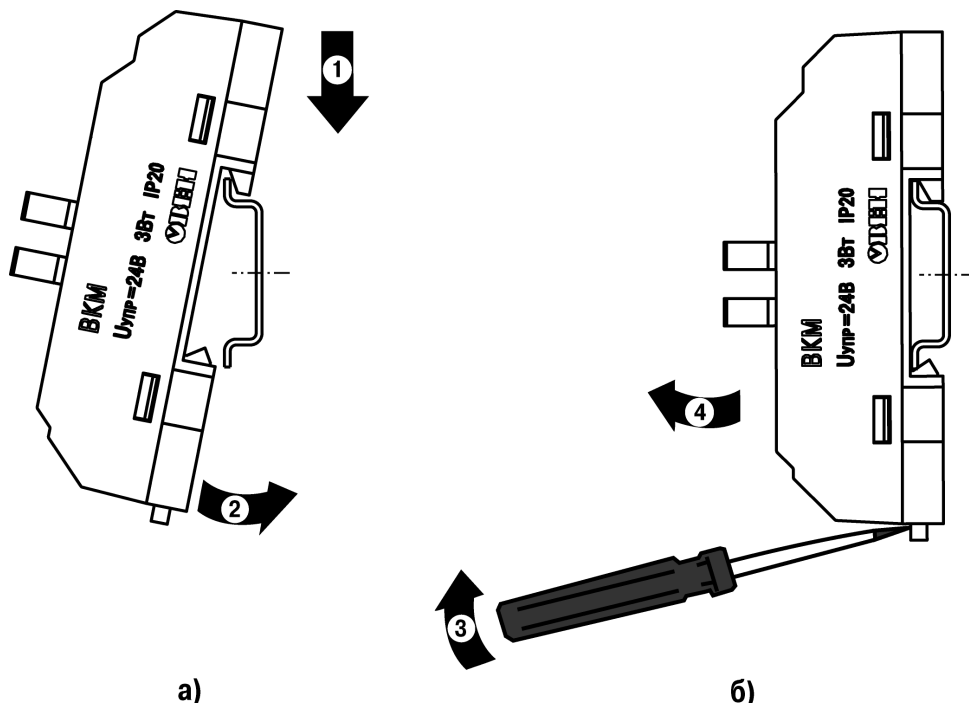

Рисунок 2
2. Установить прибор на DIN-рейку по стрелке 1 (см. рисунок 2а);
1. Подцепить отверткой проушину защелки (см. рисунок 2б) и потянуть по стрелке 3 до щелчка;